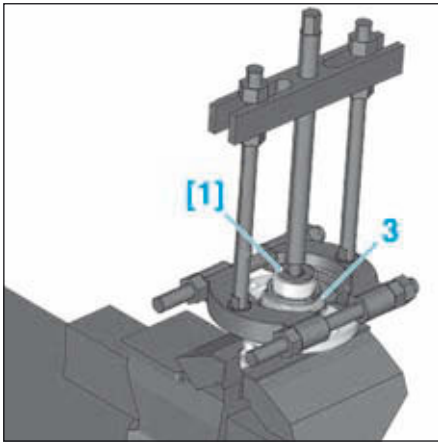

FIG.31
• Laisser l'outil [1] sur le moyeu et déposer la cage intérieure (3) du roulement à l'aide d'un extracteur (Fig.31).